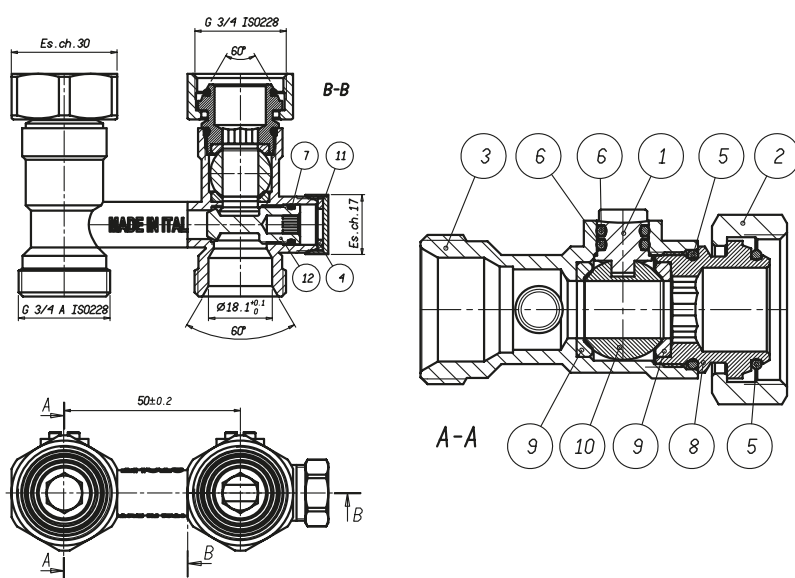

Рис. 7.43. Устройство прямого универсального узла нижнего подключения с регулируемым байпасом (внутреннее устройства прямой и угловой гарнитуры идентичны)
Универсальный узел нижнего подключения (рис. 7.43) состоит из Н-образного корпуса (1) со встроенными шаровыми запорными кранами (2), присоединяемого к патрубкам радиатора накидными гайками с кольцевыми уплотнениями. Между двумя проходами ниже шаровых кранов находится перемычка-байпас (3), которая используется в случае применения узла в однотрубной системе отопления. Перемычка имеет устройство (4) для регулирования степени ее открытия. Снаружи шток регулирующего устройства закрыт защитным колпачком. Нижние штуцеры узла предназначены для соединения с трубопроводами системы с использованием компрессионных фитингов типа «Евроконус» (в комплект гарнитуры не входят и заказываются отдельно). У узла нижнего подключения в угловом исполнении нижние штуцеры выполнены в виде угольников, направленных в сторону стены помещения при установке их на радиатор.